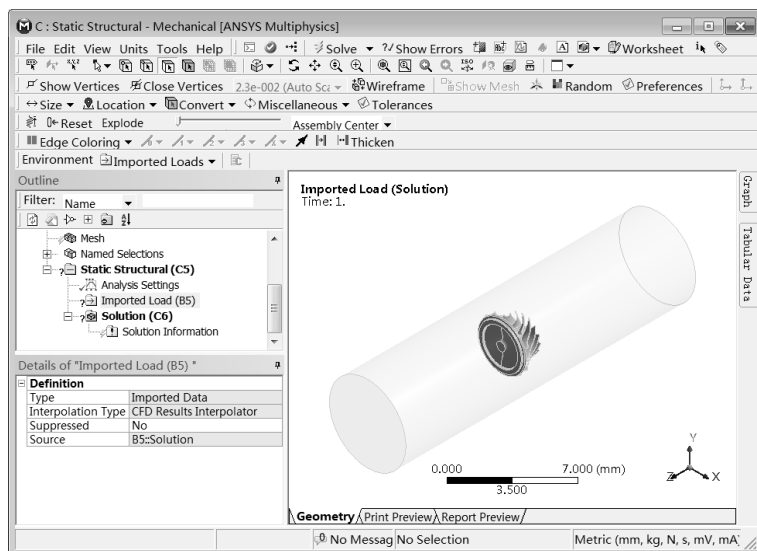

图 17-80 Mechanical 界面
Step4：双击项目 C 中的 C4 (Model) 选项，此时加载如图 17-80 所示的 Mechanical 平台。